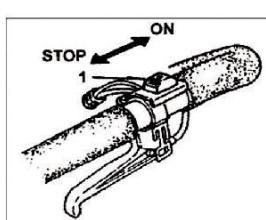

Рис. 7
4. Остановка. Снизить скорость двигателя (бросить газ) и переместить выключатель зажигания в положение остановки STOP. (Рис.7)